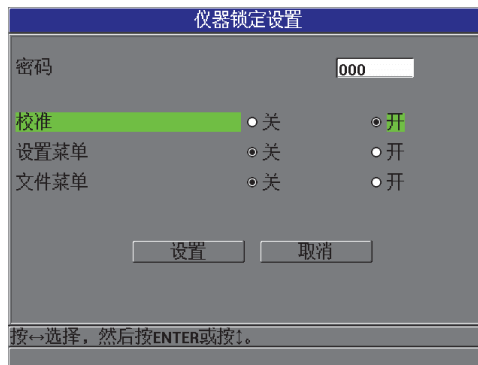

图 5-11 仪器锁定设置屏幕
2. 在**仪器锁定设置**屏幕中（参见第 102 页的图 5-11），如果已设置了密码，则在**密码**栏区输入这个密码。然后执行以下步骤，锁定或解锁仪器的功能。